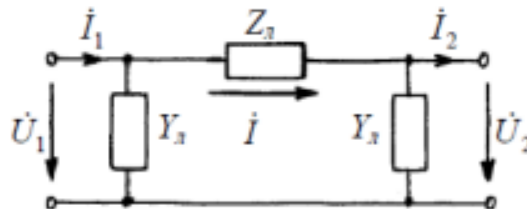

Рисунок 1 – Схема замещения четырехполюсника
4. Определить волновое сопротивление, коэффициент распространения волны и рассчитать параметры эквивалентного четырехполюсника (рисунок 1).